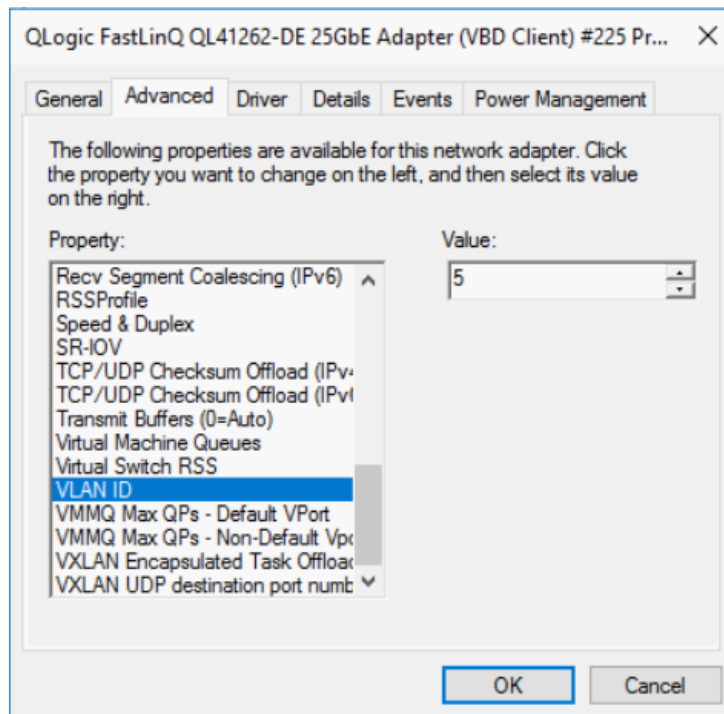

Ilustración 15-12. Propiedades avanzadas: Configuración del Id. de VLAN
- b. En la página Advanced (Avanzado) de las propiedades del adaptador (Ilustración 15-12) en **Property** (Propiedad), seleccione **VLAN ID** (Id. de VLAN) y después establezca el valor.